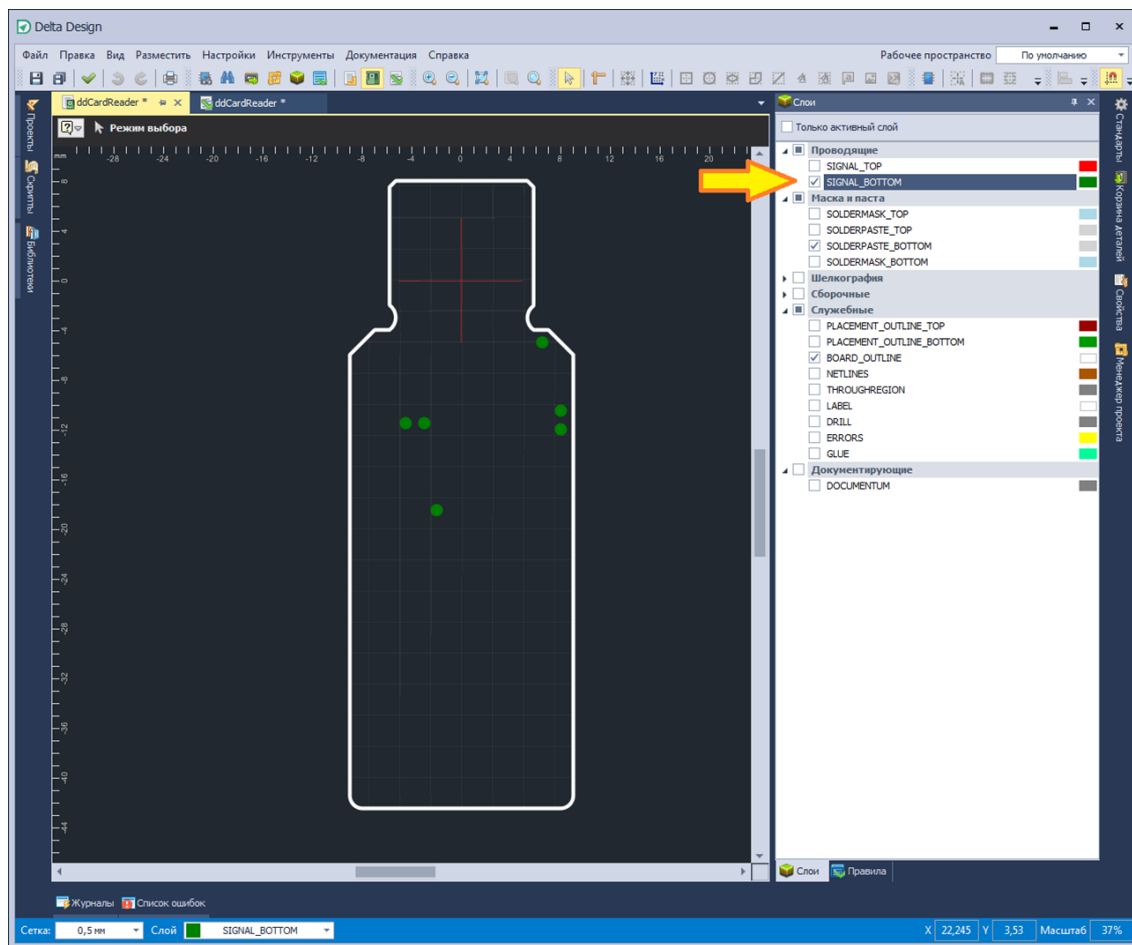

Рис. 3. Слой «SIGNAL\_BOTTOM»
4. Перейдите на слой «SIGNAL\_BOTTOM», затем сделайте активным слой «SOLDERMASK\_BOTTOM», см. Рис. 3.